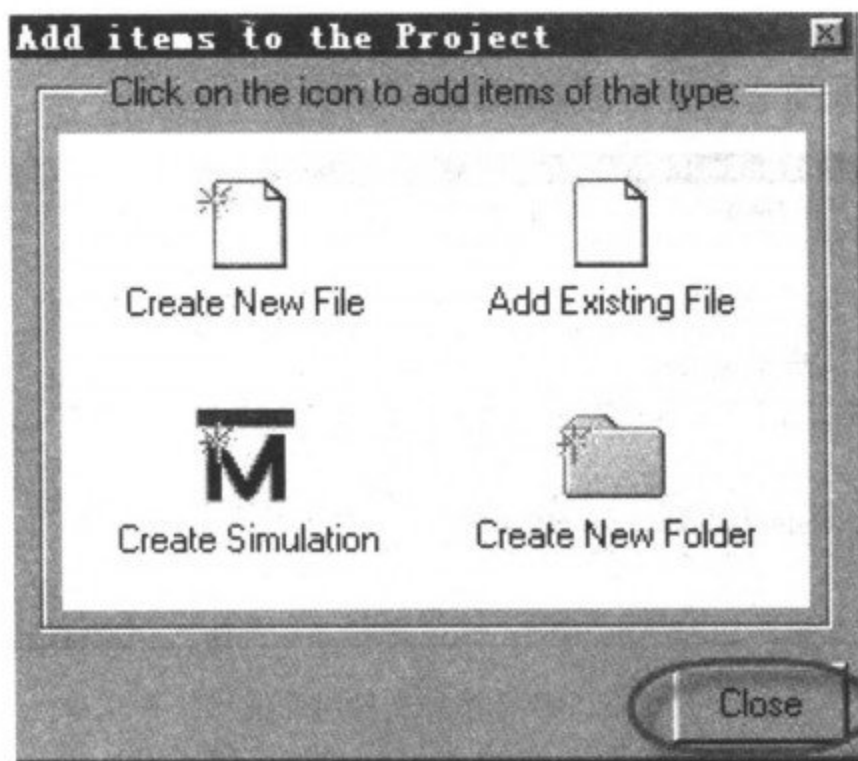

图 3-70 关闭添加操作项目对话框
(7)点击“Close”,关闭添加操作项目对话框,如图 3-70 所示。